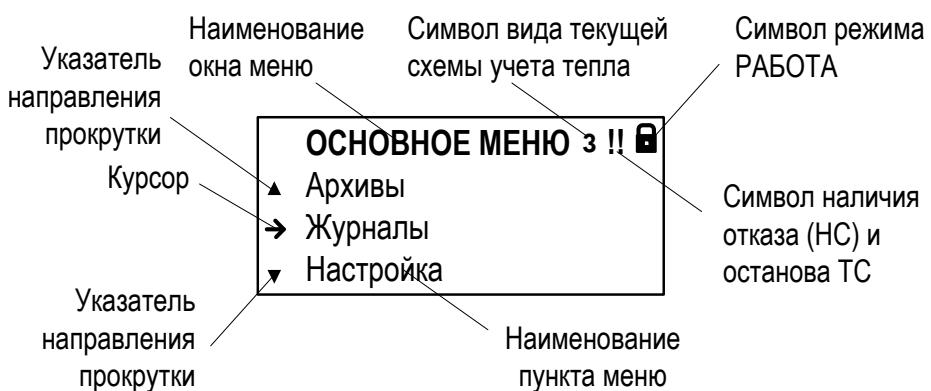
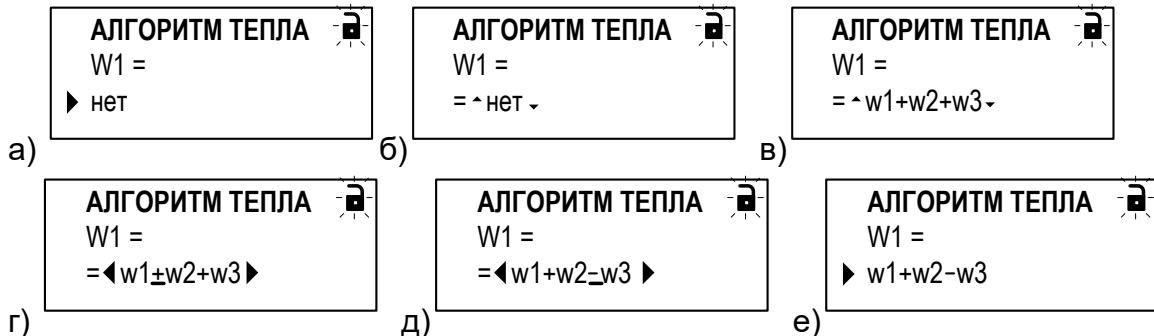

Рис.4. Вид окна индикации тепловычислителя.
Рис.10. Вид окна индикации при вводе расчетной формулы, расположенной в отдельной строке от обозначения параметра.
Возможный вид окна индикации показан на рис.4.
В верхнем правом углу окна индикации (рис.4) могут отображаться следующие информационные символы:
**ПРИМЕЧАНИЕ.** При редактировании знака (сложения или вычитания) в расчетных формулах тепла (рис.10) и массы (окна индикации **АЛГОРИТМ ТЕПЛА** и **АЛГОРИТМ МАССЫ**) мерцание курсора
| ▲ и ▼ | – при возможности прокрутки многострочных меню вверх и вниз соответственно ( <a href="#">рис.4</a> ). Не отображаются в окнах индикации АЛГОРИТМ ТЕПЛА ( <a href="#">рис.10</a> ) и АЛГОРИТМ МАССЫ ; |
6.2.6.1. В соответствующем меню кнопками  ,  выбрать текущую расчетную формулу, установив курсор  в начале строки с этой формулой либо значением **нет** (рис.10.а), и нажать кнопку  . При этом строка заключается в указатели  ,  , а в начале строки (перед указателем  ) начинается индикация символа **=** (рис.10.б).
6.2.6.2. Кнопками  ,  выбрать из списка формулу с требуемым набором операндов (рис.10.в).
- при отображении указателей  ,  нажать кнопку  . При этом индикация указателей  ,  сменится индикацией угловых скобок   , а под первым знаком «плюс» в формуле начнется индикация курсора **-** (рис.10.г);
- кнопками  ,  установить курсор **-** под редактируемым знаком «плюс» и нажать кнопку  или  . Знак «плюс» будет заменен на знак «минус» (рис.10.д).